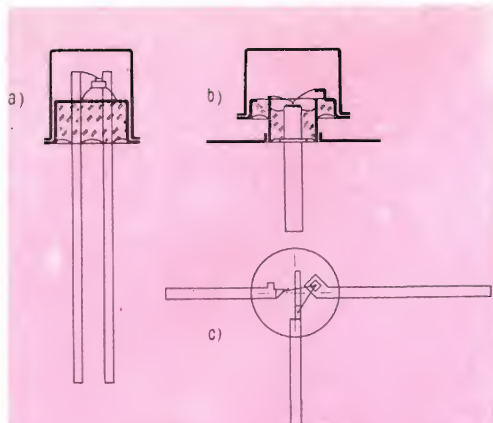

Fig. 2 - Sezione di una custodia normalizzata TO-72 (a), di una coassiale (b), e di una a T (c).
piamento elettrico nonché alle induttanze ed alle capacità dei singoli elettrodi, impuntabili alla forma costruttiva della custodia (fig. 2-a). Non vengono perciò sfruttate in pieno le eccellenti proprietà in alta frequenza del sistema interno del transistor.
to. Vi possono perciò venire incorporati anche sistemi di transistori mesa, particolarmente sensibili all'umidità. La struttura della custodia coassiale (fig. 2-b) è però relativamente ingombrante e quindi di montaggio difficoltoso nei circuiti tuner. Presenta poi alti costi di produzione che ne rendono antieconomico lo impiego in grandi serie. Per dare un nuovo impulso alla diffusione dei transistori UHF al germanio si dovette progettare una custodia più adatta. La nuova custodia è stata sviluppata con i sistemi dei transistori AF239 ed AF240 che possedevano adeguate caratteristiche ad alta frequenza. Dalla nuova custodia si volevano ottenere in particolare:
**Custodia a T** - Contemporaneamente allo sviluppo dei nuovi sistemi planari al germanio, vennero condotte ricerche su diverse forme di custodia. Quella che rispondeva meglio ai requisiti richiesti aveva la forma a T visibile nella fig. 1 (in alto) e nella fig. 2-c.
**Costruzione** - La costruzione del mescolatore risulta facile e veloce se si usa un circuito stampato simile a quello rappresentato in grandezza naturale nella *fig. 1*. Tutti i componenti, tranne i jack di entrata e d'uscita, i controlli e la batteria, si montano direttamente sul circuito stampato come si vede nella *fig. 2*.